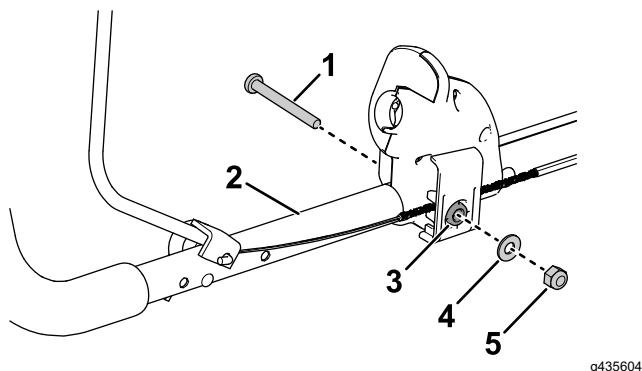

図 1
2. ハンドルバーからオペレータプレゼンスコントロールのケーブルを外す 図 1。
8. ステップ 2 で取り外した締結具を使って、キット付属の長いオペレータプレゼンスコントロールケーブルを上部ハンドルに固定する 図 1。